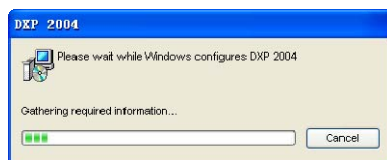

图 1-10 卸载 Protel 2004
(3) 单击 **是(Y)** 按钮进入如图 1-10 所示对话框，系统开始卸载 DXP 2004；若单击 **否(N)** 按钮，则系统退出卸载程序。